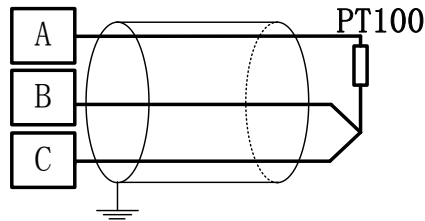

图 4-2-3 PT100 输入接线方法
(1) PT100：采用三线制接线方式，分别连接 iA 端子、iB 端子及 iC 端子，屏蔽线接电源地。如图 4-2-3 所示：